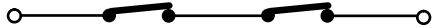

Fig. 4
N.B. Als twee of meer veiligheidsvoorzieningen dezelfde functie hebben (opening, sluiting, opening en sluiting, veiligheidslijst), moeten de contacten onderling in serie worden geschakeld (fig. 4).
Om meerdere veiligheidsvoorzieningen te installeren moeten de rustcontacten in serie worden aangesloten (fig. 4).
FSW_CL - Contact veiligheden bij sluiting (klem 4): de veiligheden bij sluiting hebben tot taak het gebied waarin de vleugels zich in de sluitingsfase bewegen, te beschermen. Bij de logica's **A-AP-S-E-EP**, tijdens de sluitingsfase, keren de veiligheden de beweging van de vleugels van de poort om, of stoppen en keren de beweging om wanneer ze gedeactiveerd worden (zie de geavanceerde programmering in par. 5.2.). Bij de logica's **B** en **C** onderbreken zij de beweging tijdens de sluitingscyclus. Ze grijpen nooit in tijdens de openingscyclus. Als de **veiligheden bij sluiting** worden ingeschakeld terwijl de poort open is, verhinderen zij de sluitende beweging van de vleugels. Om meerdere veiligheidsvoorzieningen te installeren, moeten de rustcontacten in serie worden aangesloten (fig. 4).
Om meerdere veiligheidsvoorzieningen te installeren, moeten de rustcontacten in serie worden aangesloten (fig. 4).